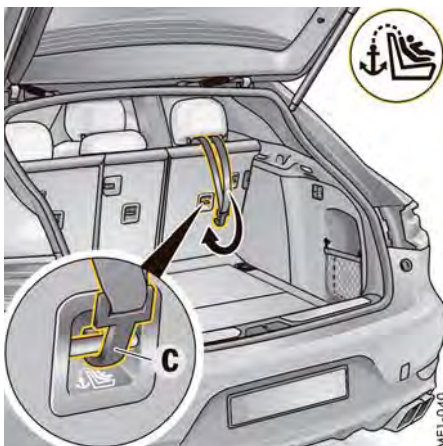

図137: ISOFIXトップ・テザーが装備されているチャイルド・シートのリヤ・シートへの取り付け
4. ISOFIXトップ・テザーCをバックレスト後方の固定箇所(図137)に取り付け、テザー・ストラップを締め付けてください。